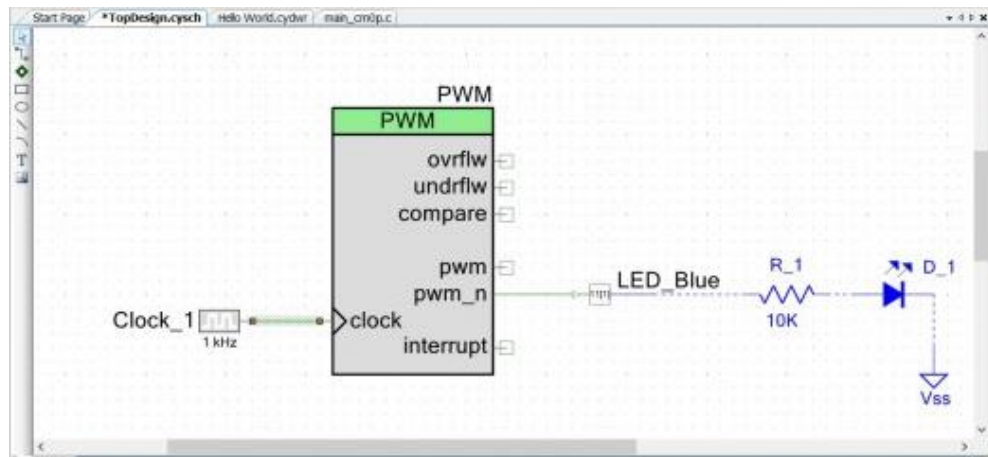

Рис. 2.21. Вигляд досліджуваної схеми
Реалізуємо з'єднання в схемі нашого проекту. Генератор під'єднаний до входу clock ШІМ і вихід ШІМ (pwm\_n) – до цифрового виходу (рис. 2.21).
2. Реалізувати проект засвічування червоного RGB LED стенду з використанням схеми, зображеної на рис. 2.21. Світлодіод засвічується на протязі 0.75 сек і не світиться на протязі 0.5 сек.